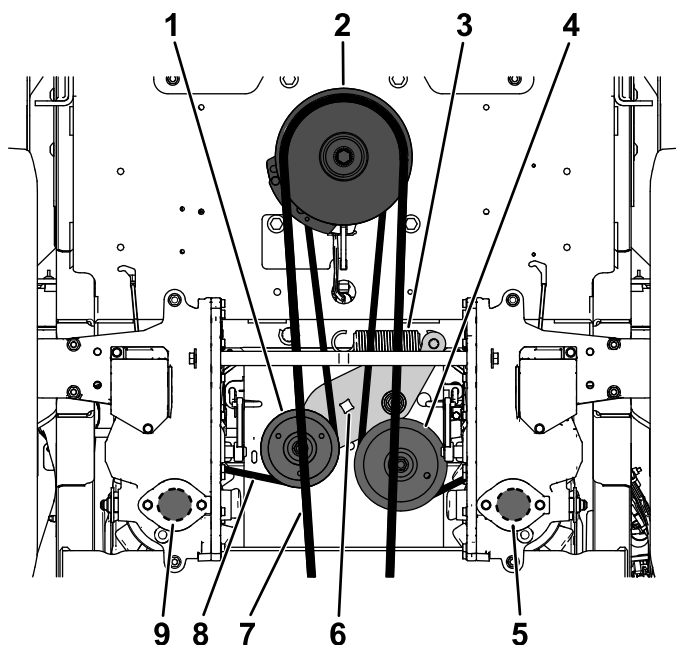

Figure 67
5. Insérez un rochet de ½ pouce ou une poignée articulée dans les trous carrés du bras de la poulie de tension pour détendre le ressort de la poulie de tension (Figure 67).
6. Retirez la courroie existante de la poulie de tension, des 2 poulies d'entraînement de pompe hydraulique et de la poulie du moteur (Figure 67).
7. Chaussez la courroie neuve sur la poulie de tension, la poulie du moteur et les 2 poulies de la pompe hydraulique (Figure 67).